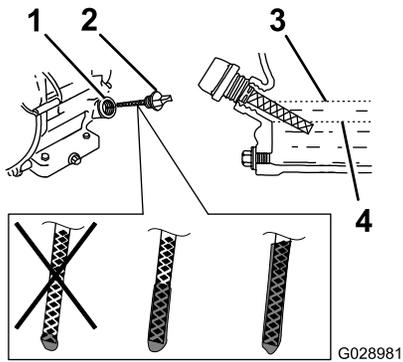

Figure 44
6. Sortez la jauge (Figure 44) et versez lentement de l'huile par l'orifice de remplissage jusqu'à